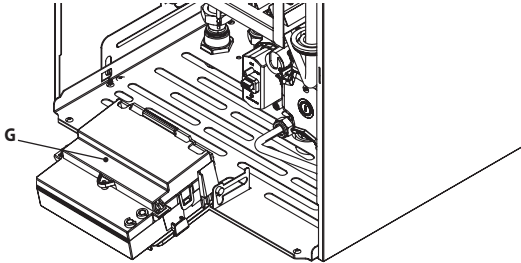

Рисунок 4.4
- Найдите крышку клеммной колодки G (Рисунок 4.4), отвинтите винты и откройте ее.